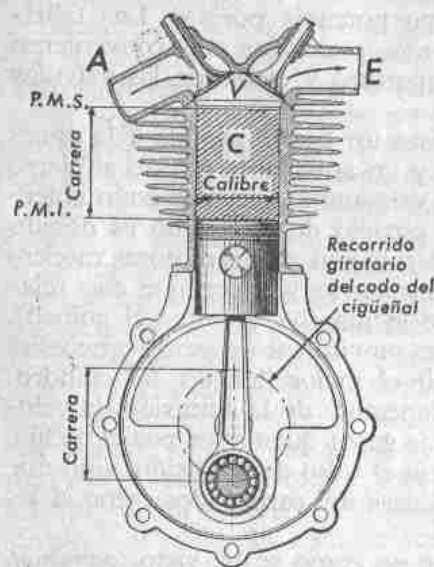

Fig. 15.—Dimensiones del motor, cilindrada y relación de compresión.
El recorrido del pistón del punto muerto superior al inferior se llama *carrera*; y, como es natural (véase la fig. 15), el diámetro del recorrido giratorio del cigüeñal es igual a la carrera.
**Cilindrada, compresión y potencia (1).**—La *cilindrada* de un motor de un cilindro es el volumen o espacio que recorre el pistón desde el punto muerto superior al inferior, o sea que es «lo que respira el motor». En la fig. 15 se dibuja un cilindro con su émbolo en el p. m. i.: suponiendo que sea al final de una admisión, el volumen que ocupan los gases es toda la parte rayada *C*, que recorrerá de nuevo el pistón al subir al p. m. s., más la parte *V* que es donde se quedarán achicados y comprimidos los gases al final de la carrera de compresión. El volumen total  $C + V$  es de cinco a ocho veces mayor que el *V*, y a esa relación  $\frac{C + V}{V}$  se le llama de **compresión**. El promedio actual en los motores